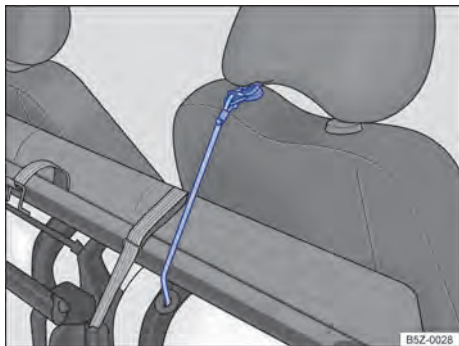

Fig. 66 Cinta elástica vermelha para fixação na haste do apoio para cabeça.
- Localizar a cinta elástica vermelha alojada na parte inferior do assento do banco e, encaixar o gancho dessa cinta na haste do apoio para cabeça do banco do passageiro → Fig. 66, imobilizando o conjunto.
- Soltar o gancho da cinta elástica vermelha da haste do apoio para cabeça → Fig. 66 e, encaixar debaixo do banco traseiro.